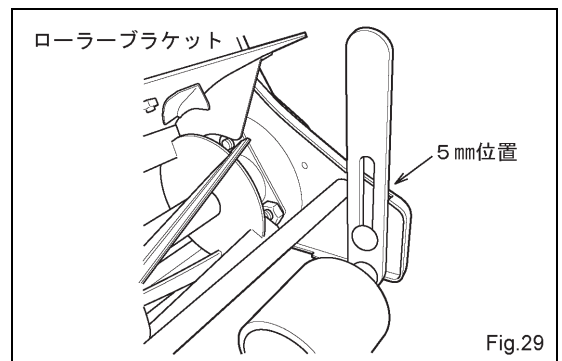

Fig.29
(3) 調整方法は、平地の安定した場所でローラーブラケットの刈高さを一番低い位置“5mm”位置にしてください。次に本機を上下逆 (固定刃が上) に成るようにおきます。(Fig.29)